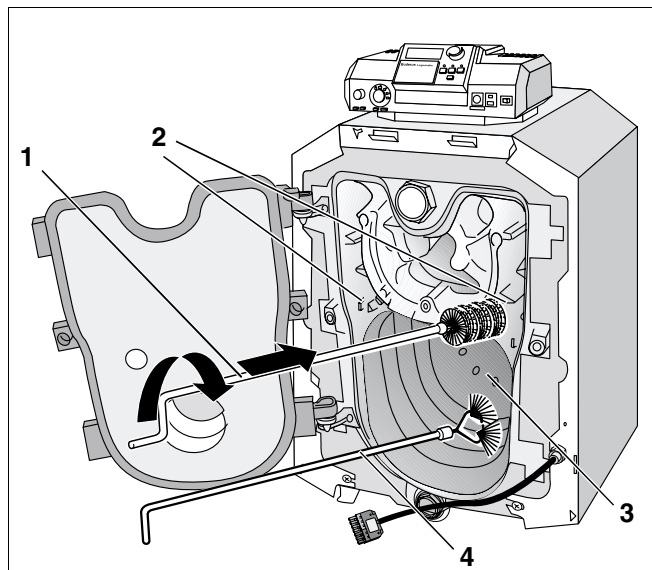

Fig. 39 Rensning af røgslagene
- Brug rensbørster (fig. 39, **pos. 1** og **pos. 4**).
- Rens røgslagene ved at skubbe rensbørsterne (fig. 39, **pos. 1**) ind i røgslagene (fig. 39, **pos. 2**) med en roterende bevægelse.
- Rens fyrboksen (fig. 39, **pos. 3**) med rensbørsten (fig. 39, **pos. 4**).
- Fjern de løsnede forbrændingsrester fra fyrboksen (fig. 39, **pos. 1**), røgslagene (fig. 39, **pos. 2**) og røggasstudsens.
- Rengør retarderne med en af de to rensbørster (fig. 39, **pos. 1** og **pos. 4**).